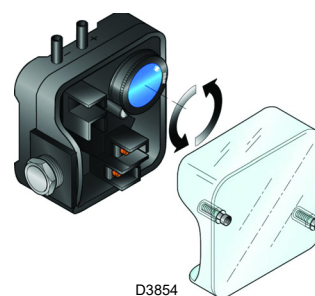

Fig. 28
- Regolare il pressostato aria (Fig. 28 a pag. 27) ad inizio scala.
Eseguire la regolazione del pressostato aria dopo aver effettuato tutte le altre regolazioni del bruciatore con il pressostato aria regolato a inizio scala (Fig. 28).